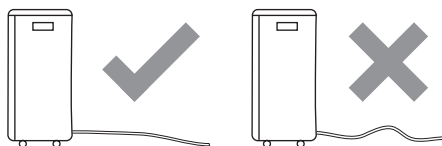

Рис. 24
- Убедитесь в том, что высота дренажного шланга или любой его части не находится выше уровня сливного отверстия кондиционера (см. рис. 24). В этом случае полностью опорожнить резервуар для конденсата не удастся.